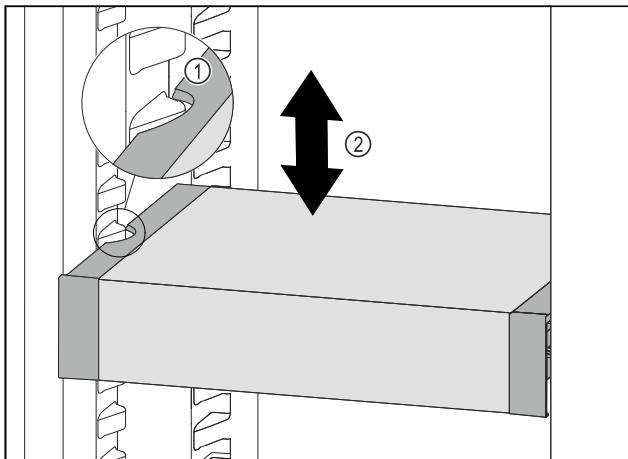

Fig. 58
- ▶ Tirare VarioSafe in avanti fino a quando le cavità laterali di VarioSafe non si trovano al livello della nervatura del contenitore nel vano frigorifero. Fig. 58 (1)
- ▶ Spostare VarioSafe verso l'alto o verso il basso nel vano frigorifero fino a raggiungere l'altezza desiderata. Fig. 58 (2)